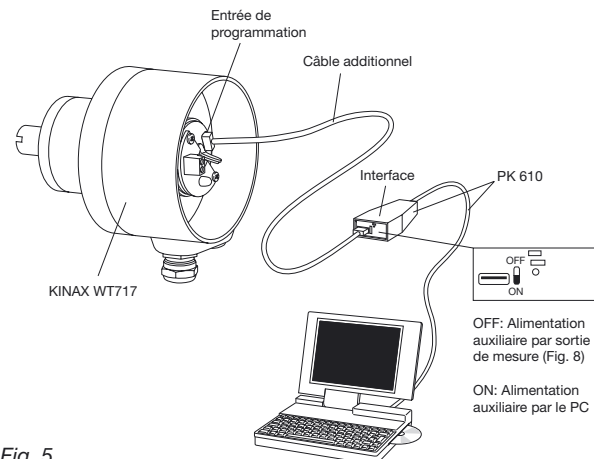
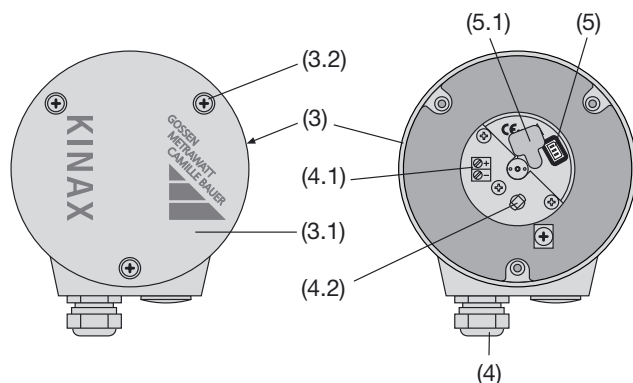

Fig. 5
Fig. 7. Partie arrière (3) avec bornes (4.1) et presse-étoupes (4).
1. Enlever le couvercle (3.1 Fig. 7). En enlevant le cache en caoutchouc (5.1) le connecteur de programmation (5) devient accessible (voir chapitre «8.1 Raccorder les lignes»). Raccorder le KINAX WT 717 selon Fig. 5 à l'équipement de programmation. Démarrer le logiciel 2W2. Configurer, si nécessaire, le convertisseur avec les caractéristiques désirées.
1. Mettre en service le convertisseur de mesure et le raccorder à l'équipement de programmation selon Fig. 5 (commutateur AUX du PK 610 sur OFF).